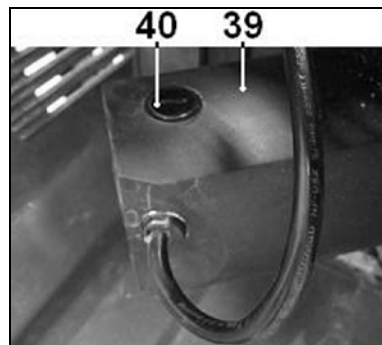

Рис. 15.
13.1. Замена угольных щеток (Рис. 15, 16).